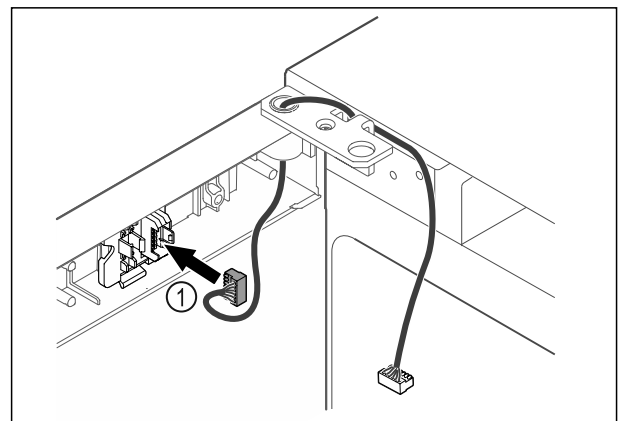

Fig. 43
- ▶ Inserire il connettore Fig. 43 (1) nel supporto connettori.